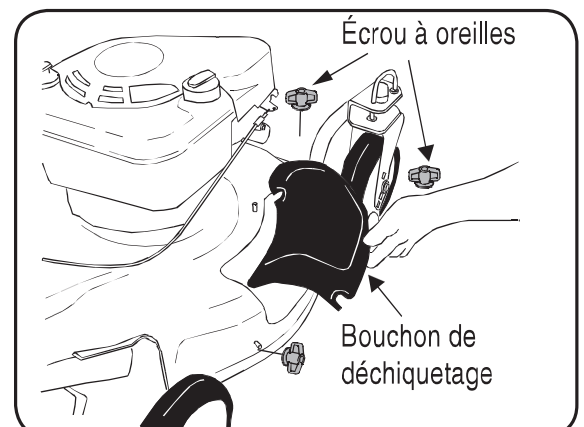
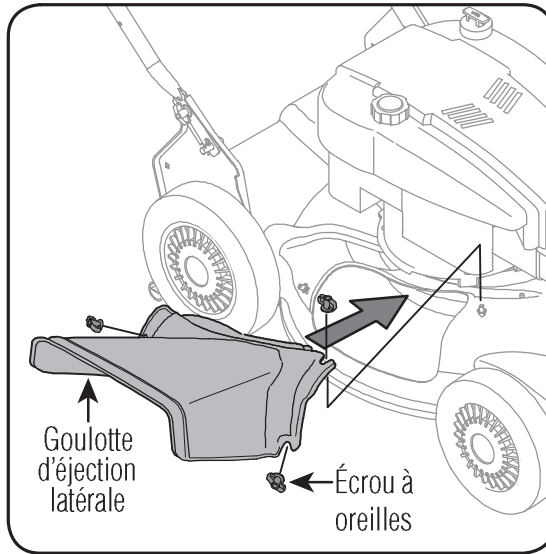

Figure 4
Figure 5
4. Enfoncez les taquets des attache-câbles dans les trous aménagés dans le guidon inférieur. Serrez l'attache-câble et coupez le surplus. Voir la Figure 4.
- Enlevez les écrous à oreilles retenant le bouchon de déchiquetage (voir la Figure 4) ou la goulotte d'éjection latérale (voir la Figure 5). Retirez le bouchon ou la goulotte d'éjection.
- Remettez la goulotte d'éjection latérale et les écrous à oreilles en plastique en place. Voir la Figure 5.